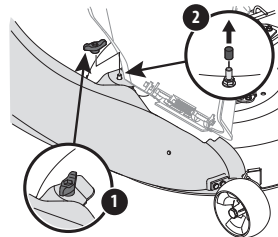

Figura 18
- Fije bota a la plataforma con la perilla de aletas (720-04122) del paquete de herrajes 689-02364. Consulte la Figura 18.
NOTA: Si la hubiera, retire la cubierta protectora del prisionero de montaje en la plataforma de corte como se muestra en el recuadro de la Figura 18.